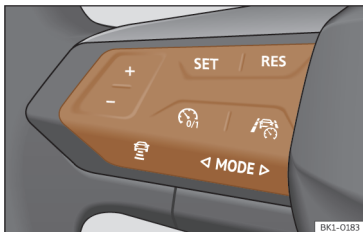

Fig. 110 No volante multifunções: botões para utilizar o ACC.
- Pressione o botão  do volante multifunções >>> **Fig. 110**.
- Para começar a regulação pressione o botão **SET** >>> **Fig. 110.**
Para programar a velocidade pressione os botões + ou - >>> **Fig. 110** até à velocidade pretendida. O ajuste de velocidade realiza-se em intervalos de 10 km/h (5 mph).
- Pressionar o botão  e, em seguida, o botão + ou - >>> **Fig. 110**.
- Pressione brevemente o botão  **>>> Fig. 110** ou pressione o pedal do travão.